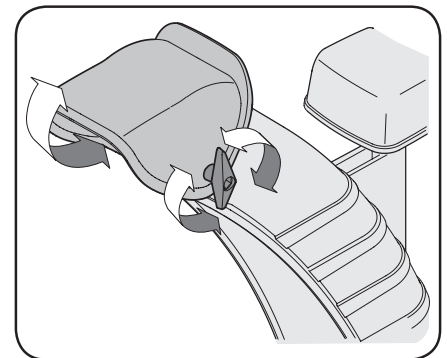

Figura 2-48
1. Afloje la perilla de aletas que está en el costado izquierdo del conjunto del canal. Consulte Figura 2-48.